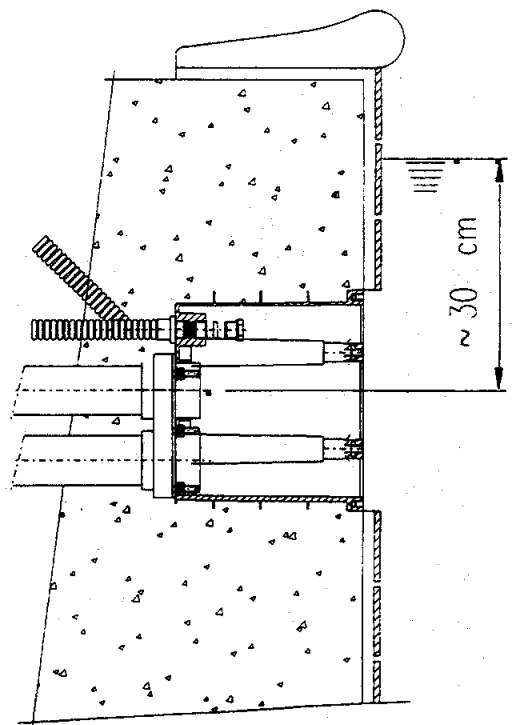

FIG. 4
2c. -MONTAGE DER ANLAGE MIT PUMPE IN GETRENNTER BAUWEISE (Fig. 4)
Nach Beendigung des Schwimmbadbaues wird der Einbausatz (50-52) gründlich gereinigt. Die Armatur wird mit allen notwendigen Anschlussstücken geliefert. Die Pumpenflanschdichtung (54) auf den Pumpenflansch legen und beide Teile von innen mit den entsprechenden 6 Muttern M8 und Beilagschrauben fest auf den Einbausatz schrauben. (Siehe Fig. 4).
Falls von der Rückseite kein Zugang möglich ist, werden die Luftansaug- (18) und PN-Schläuche (33) vom Innern des Einbausatzes her abgedichtet, indem die Quetschverschraubungen PG16 (53) mit ihren entsprechenden Dichtungen über die Luftansaug- und PN-Schläuche geschoben werden und die Schläuche durch die Öffnungen der Quetschverschraubungen PG16 und der Schutzschläuche gesteckt werden (zuvor installiert, während der Montage des Einbausatzes, Siehe Fig. 4). Danach führen wir die Armatur heran, bis diese das Druckrohr (46) berührt. Bevor die Quetschdichtungen befestigt werden, werden die Schläuche durchgezogen, wobei man nur eine Mindestlänge zur Befestigung der Quetschverschraubungen überstehen lässt, um zu verhindern, dass die Schläuche (18) und (33) geknickt werden, wenn die Armatur ganz in den Einbausatz eingeschoben wird. Der PN-Schlauch (33) wird zur PN-Schaltung geführt und in der Wanddurchführung montiert. Am Ende der Ansaugleitung (18) wird das Ansaugventil für die Luftansaugung (29) montiert.